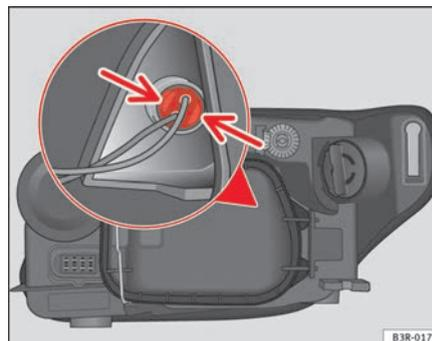

Fig. 196 Feu de position (côté extérieur véhicule) ▶
- Pressez légèrement les languettes du support d'ampoules ⇒ page 270, fig. 196 et tirez vers le couvercle (il peut également s'extraire en tirant sur les câbles du support d'ampoules).